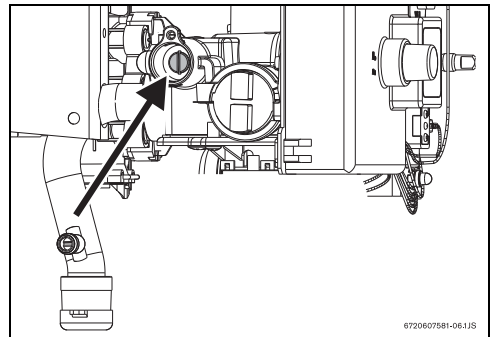

Bild 18 Einstellschraube max. Gasmenge
- Plombierung von der Einstellschraube entfernen (Bild 18).
- Mit der Einstellschraube (Bild 18) den Düsendruck gemäß Tabelle 10 einstellen.